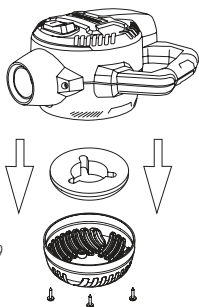

Fig. 9
23. Para limpiar la protección de entrada y la almohadilla de espuma, desconecte el cable de la toma de corriente y saque los tornillos ubicados en la parte inferior de la unidad motriz. **Fig. 9.**